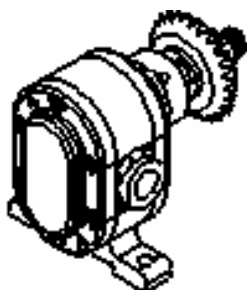

图 15-53 轴测图
④ 利用同样的方法，在图形区域右上角放置轴测图，如图 15-53 所示。